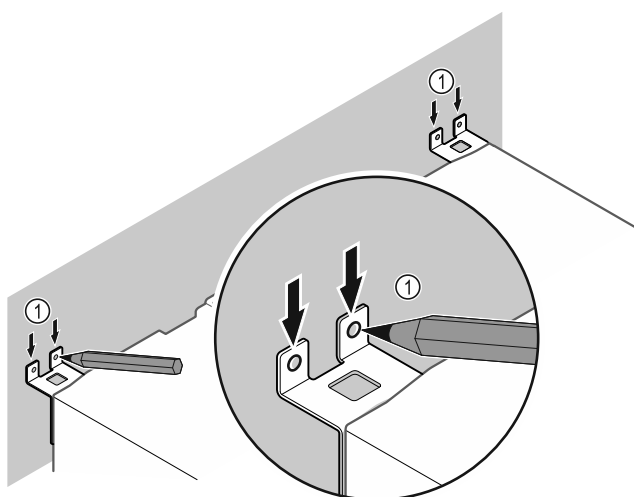

Fig. 48
- Tracer des repères sur le mur Fig. 48 (1).